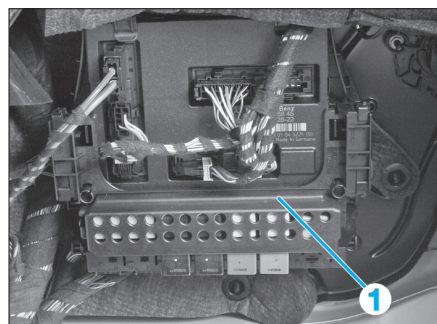

FIG. 32
- Déposer le calculateur habitacle (1) (3 écrous) et le mettre de côté (**Fig.32**).